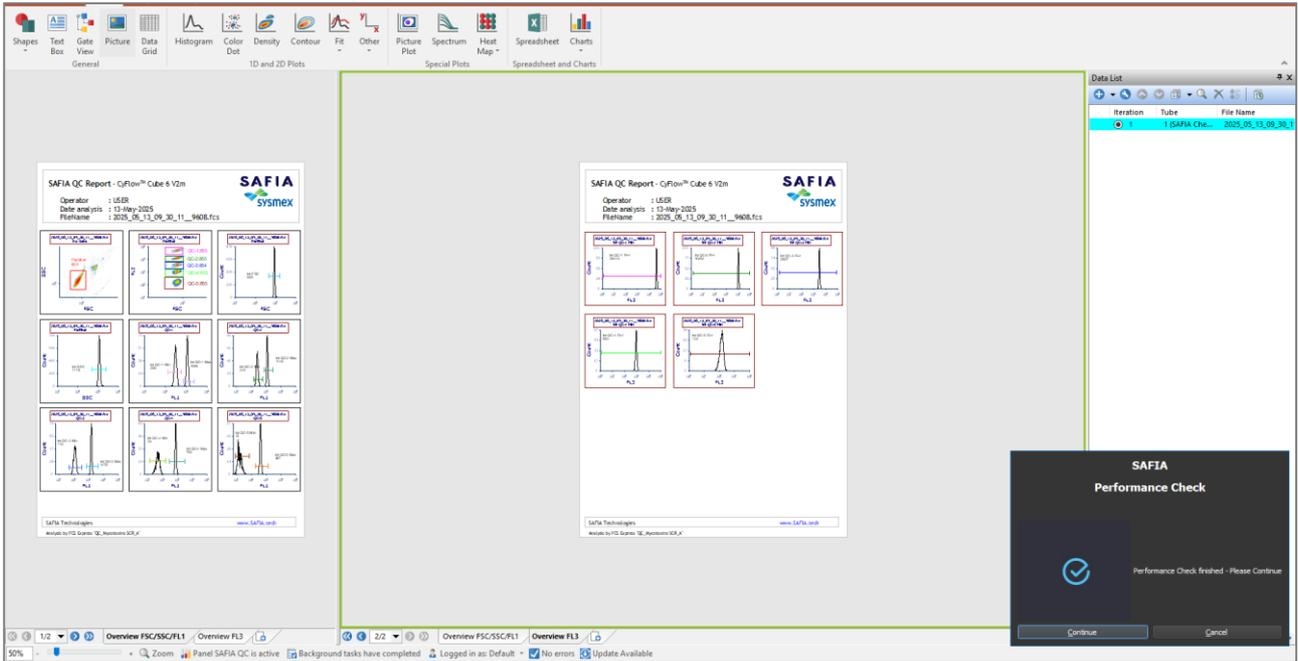

Abbildung 7. Darstellung der .fcs-Daten in FCS Express
3. Wenn die Messung beendet ist, öffnet sich automatisch das Programm *FCS Express*. Auf der linken Seite sind die oben beschriebenen Plots und Histogramme zu sehen, auf der rechten Seite in *Datalist* ist die verwendete .fcs-Datei sichtbar (s. Abbildung 7). Wenn nicht automatisch die richtigen Daten geladen werden, beachten Sie die Hinweise in Abschnitt 10.2.